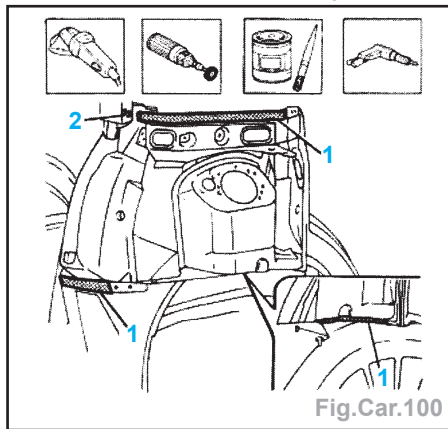

Fig.Car.100
- Avec un chalumeau, retirer la brasure (3) et déposer l'aile AR (4).
- Effectuer des trous (2) et appliquer un apprêt électro-soudable (1) (Fig.Car.100).